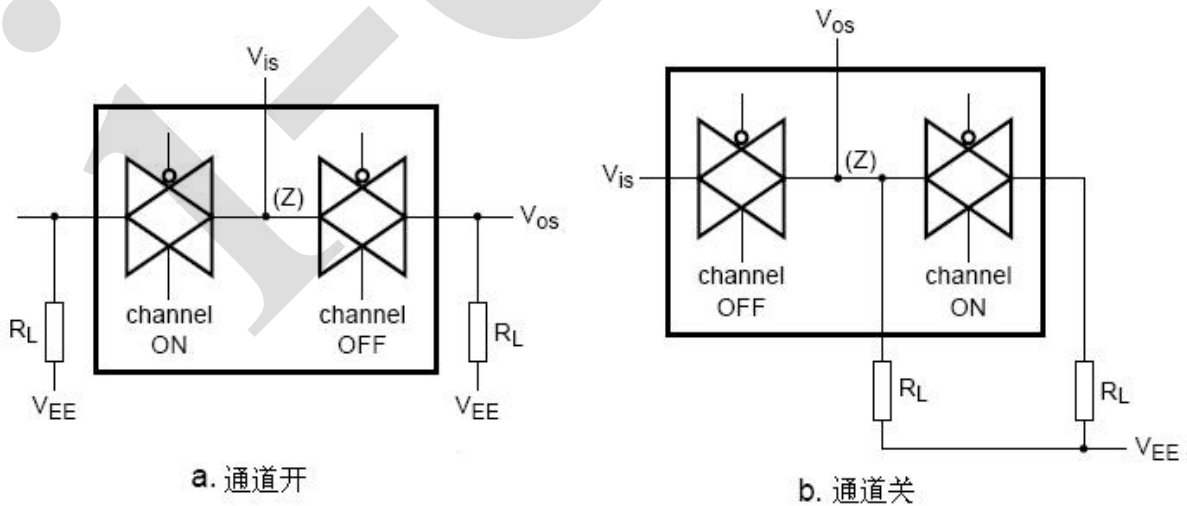

图 9、通道间串扰测试图
- 1、 $R_L = 1\text{ k}\Omega$; $20\log V_{os}/V_{is} = -50\text{ dB}$, 见图9